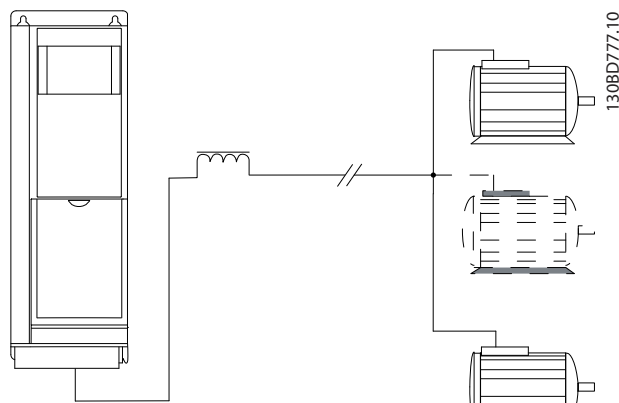
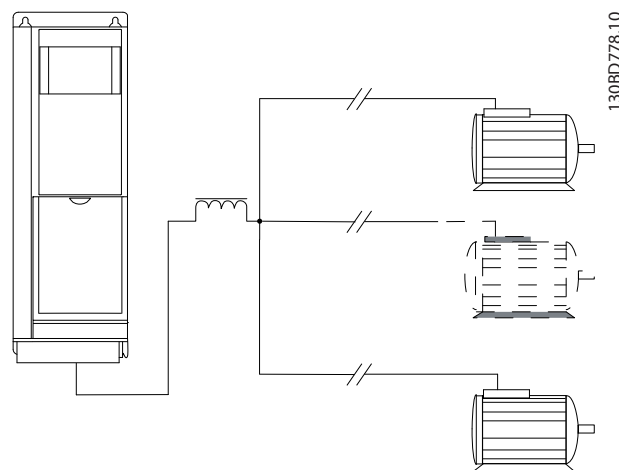

Рисунок 9.53 Параллельные кабели с нагрузкой
Рисунок 9.54 Индуктивно-емкостной фильтр для длинных параллельных кабелей
- Требование к общей длине кабелей двигателей, упомянутое в Таблица 5.2, действительно лишь в случае, когда длина каждого из параллельных кабелей не превышает 10 м, см. Рисунок 9.53 и Рисунок 9.54.
- Учитывайте перепад напряжений между кабелями двигателя, см. Рисунок 9.54.
- При наличии длинных параллельных кабелей используйте LC-фильтр, см. Рисунок 9.54.